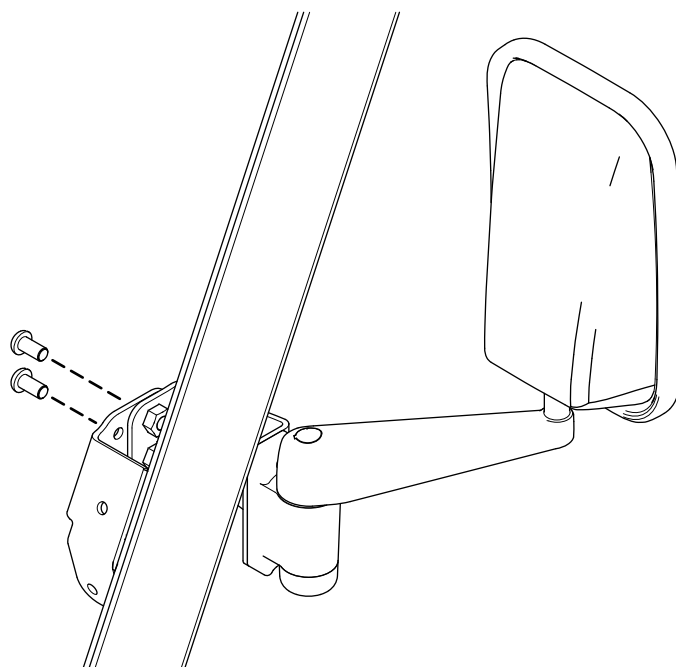

Рисунок 2
2. Прикрепите зеркало в сборе к кронштейну конструкции защиты оператора при опрокидывании машины (ROPS) с помощью 2 винтов с внутренним шестигранником типа Torx (Рисунок 2).